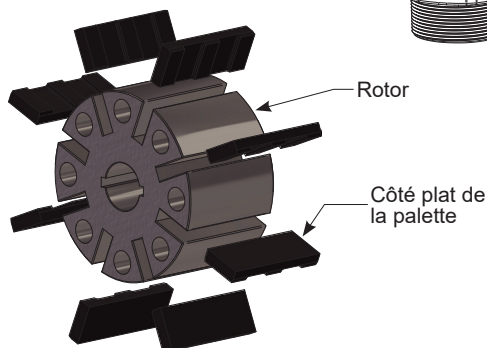

Figure 2a
6. Remplacez le rotor, l'axe de l'arbre et les palettes en veillant à ce que le côté plat de ces dernières soit orienté vers le haut (comme illustré à la figure 2a).